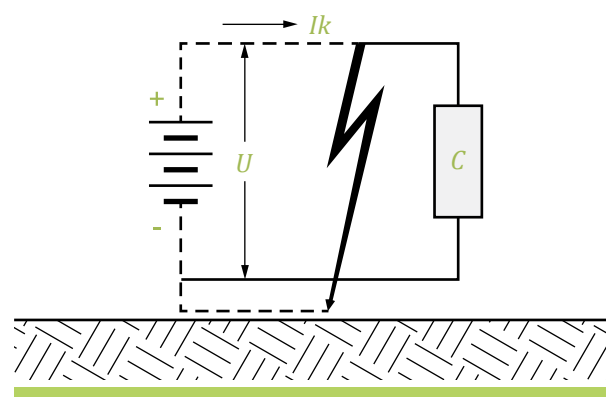

Figura 8
- » Segundo caso: La figura 8 muestra esquemáticamente el circuito que se establecerá para la corriente de cortocircuito  $I_k$ , que no retornará a la fuente por no haber vinculación.